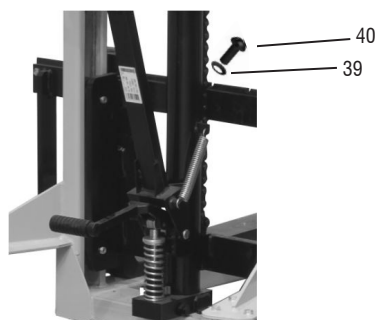

Fig. 6 – Completando/substituindo o óleo
Para completar ou substituir o óleo, remova o parafuso (40) e o O´ring (39), complete o volume de óleo e recoloque o O´ring (39) e o parafuso (40), ver fig. 6.